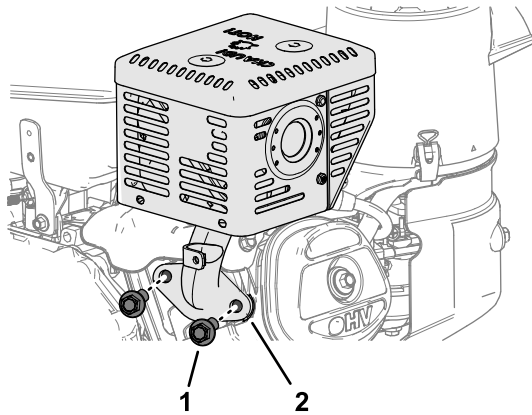

Figura 83
1. Retire los 2 pernos con arandela prensada que sujetan el silenciador a la brida de salida del tubo de escape del motor, y retire el silenciador (Figura 83).
6. Alinee el silenciador y una junta de escape nueva con la brida de salida del tubo de escape del motor (Figura 83).